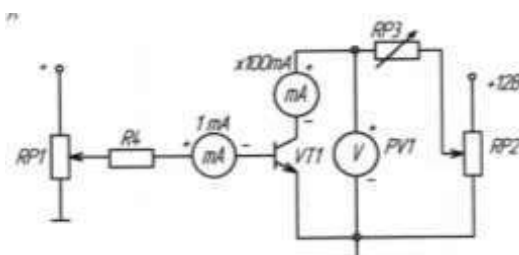

Рисунок 1
1. Собрать схему (рис. 1) для снятия статической характеристики прямой передачи по току $I_K = f(I_B)$ биполярного транзистора. Для измерения тока базы подключить миллиамперметр РА1 (до 1 мА), а для измерения тока коллектора подключить РА2 (до 100 мА). Для измерения напряжения на коллекторе использовать вольтметр PV1, в качестве резистора в цепи коллектора использовать резистор RP3. Результаты измерений занести в таблицу 36.